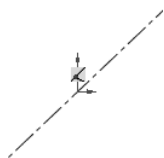

图 4.14.2 绘制中心线
Step1. 绘制中心线。选择下拉菜单 **工具(T)** → **草图绘制实体(K)** →  中心线(C) 命令，绘制如图 4.14.2 所示的无限长的中心线。